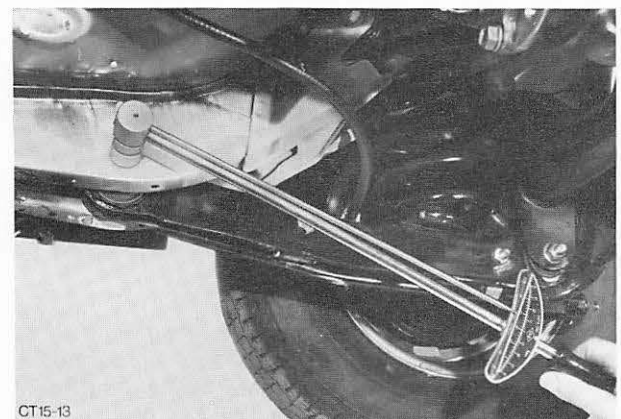

Abb. 16 Schrauben mit vorgeschriebenem Drehmoment festziehen
16. Gelenkwelle an Flansch-Antriebskegelrad anbauen (neue Federringe verwenden). Schrauben mit vorgeschriebenem Drehmoment festziehen. Abb. 16.
18. Muttern der Längs- und Schräglenkerbolzen an der Bodengruppe mit vorgeschriebenem Drehmoment festziehen. Abb. 16.